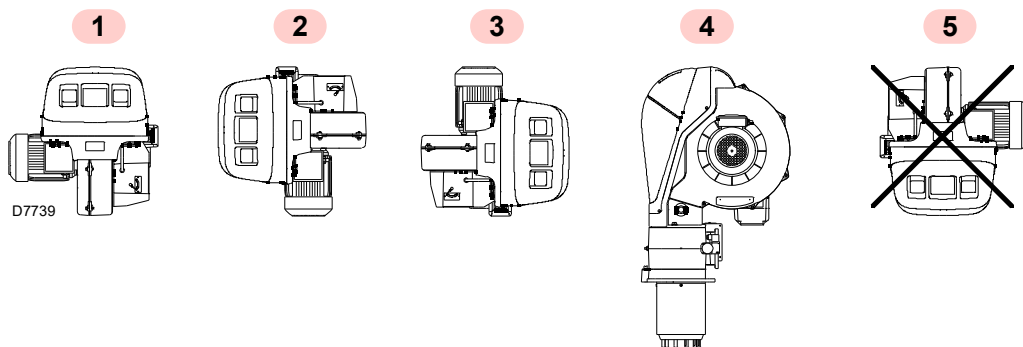

Abb. 14
- Der Brenner ist ausschließlich für den Betrieb in den Stellungen 1, 2, 3 und 4 (Abb. 14) ausgelegt.